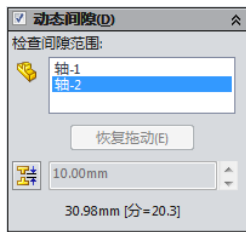

图 7-67 动态间隙时的设置
**03** 设置属性管理器。系统弹出“移动零部件”属性管理器，选中“动态间隙”复选框。在“所选零部件几何体”一栏中选择如图 7-62 所示中的轴件 1 和轴件 2，然后单击“恢复拖动”图标按钮。动态间隙设置如图 7-67 所示。